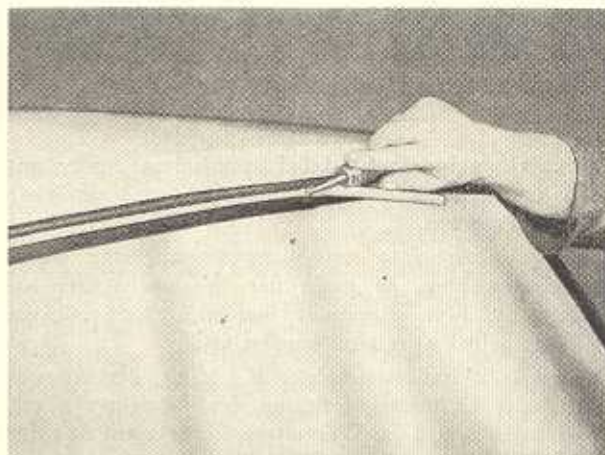

Bild K 44. Einbau der Windschutzscheibe
6.8. Montage der Windschutz- und Heckscheibe (Bild K 44)